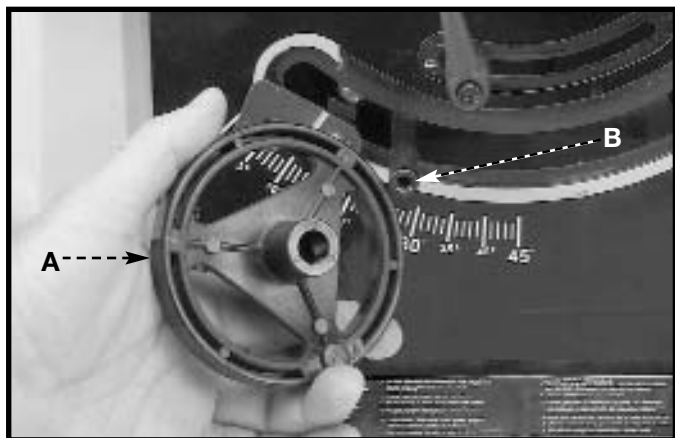

Fig. 6
- Ensamble el volante de mano (A) Fig. 6 al eje (B), asegurando que el plano en el lado interior del volante de mano se alinee con el plano del eje.